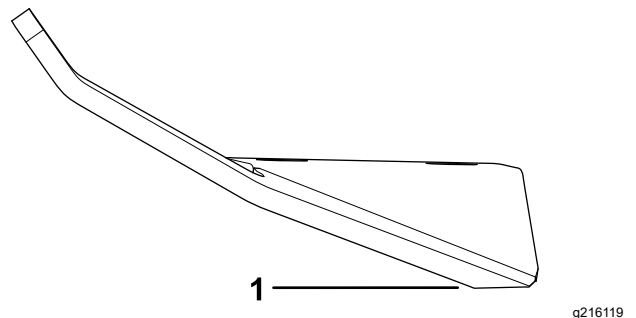

図 108
1. ブレードアセンブリは、両端部の刃先をやすりまたは研磨機で磨く 図 108。
注 もし傾くようなら、重い方のセイル部を少し削って調整する 図 108。